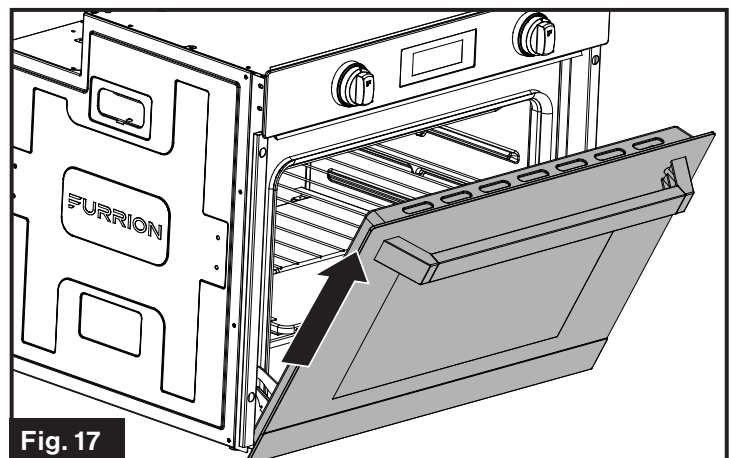
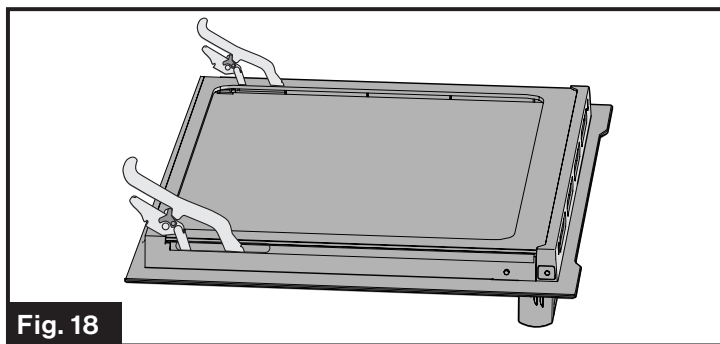

Fig. 17
Fig. 18
5. Sujete la puerta firmemente de ambos lados (izquierdo y derecho) y, con ambas manos, tire de la puerta directamente hacia fuera de las ranuras de las bisagras. (Fig. 17 y Fig. 18)